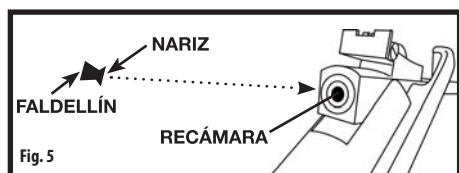

Fig. 5
- Con el rifle de aire en posición amartillada o abierta, coloque un diábolito en la recámara, con la nariz hacia delante (vea la Fig. 5).